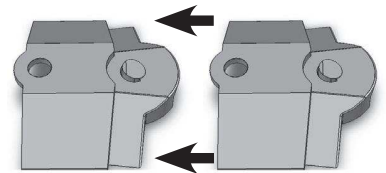

Abbildung 1: Schieben Sie die Teile zusammen, bis sie einrasten. Ziehen Sie daran, um den sicheren Halt zu überprüfen.
- Verbinden Sie die einzelnen Segmente, indem Sie die männlichen und weiblichen Enden zusammenstecken, bis sie einrasten (siehe Abbildung 1).